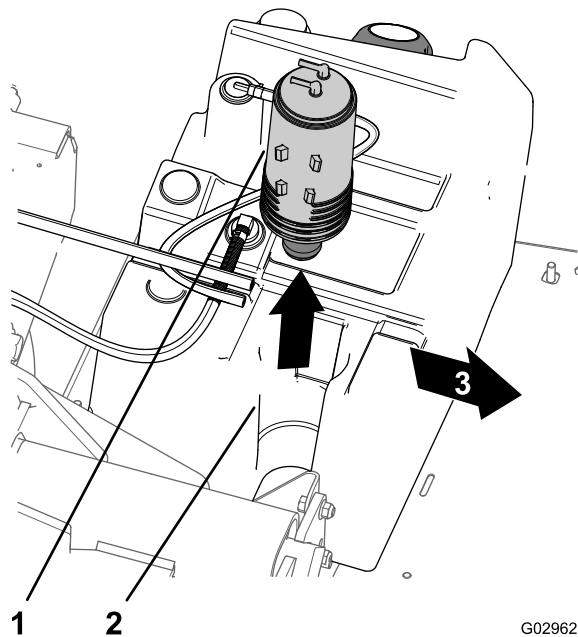

Figure 44
3. Soulevez la cartouche de charbon actif de son support dans le réservoir de carburant (Figure 44).
7. Insérez la nouvelle cartouche de charbon actif dans son support sur le réservoir de carburant, en dirigeant les raccords marqués « Fuel Tank » et « Purge » vers l'arrière (Figure 44).